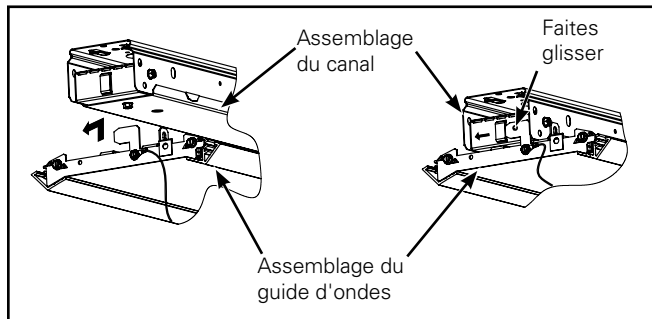

Figure 24.
6. Retirez l'assemblage du guide d'ondes de la boîte et glissez-le dans l'assemblage de canal. (Figure 24.)